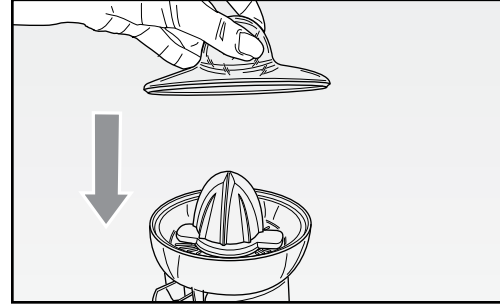

Fig. 7
Dla ustawienia przyrządu, raz połączonego, należy włożyć pokrywkę (A) ponad stożkami wyciskającymi (B-C), w taki sposób, że odpowiednie oznaczenie blokady ustawi się dokładnie nad dwoma nacięciami zaznaczonymi na kanaliku.(E) (Rys.7).
Собрать прибор и поместить крышку (А) сверху конусов (В-С) таким образом, чтобы блокирующий выступ оказался точно над двумя отметками, имеющимися на ёмкости (Е) (Рис. 7).